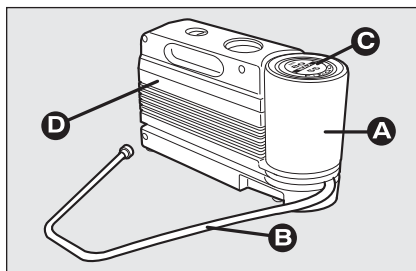

fig. 3
- una bomboletta **A**-fig. 3 contenente il liquido sigillante, dotata di: